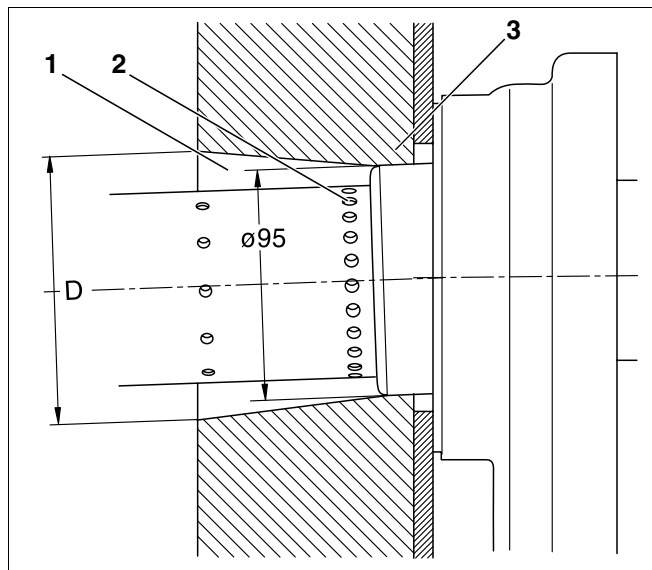

Fig. 18 Coupe sur la porte brûleur (dimension en mm)
Pour adapter l'ouverture pour le passage de la tuyère du brûleur il faut veiller à ce que l'isolation de la porte (fig. 18, pos. 1) soit découpée en forme de cône pour qu'elle adhère au tuyau de support dans la zone de la porte du brûleur.
Les perforations de récirculation (fig. 18, pos. 2) de la tuyère du brûleur ne doivent pas être couvertes par l'isolation de la porte. Découper l'isolation si nécessaire (fig. 18, pos. 3).